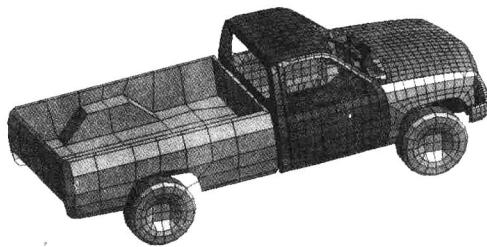
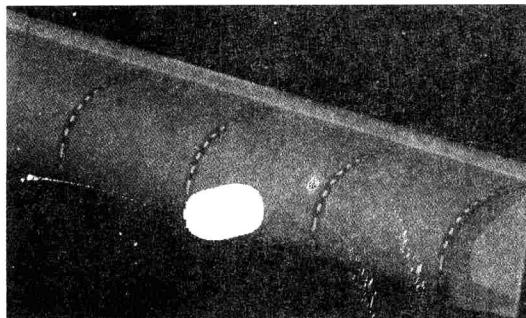
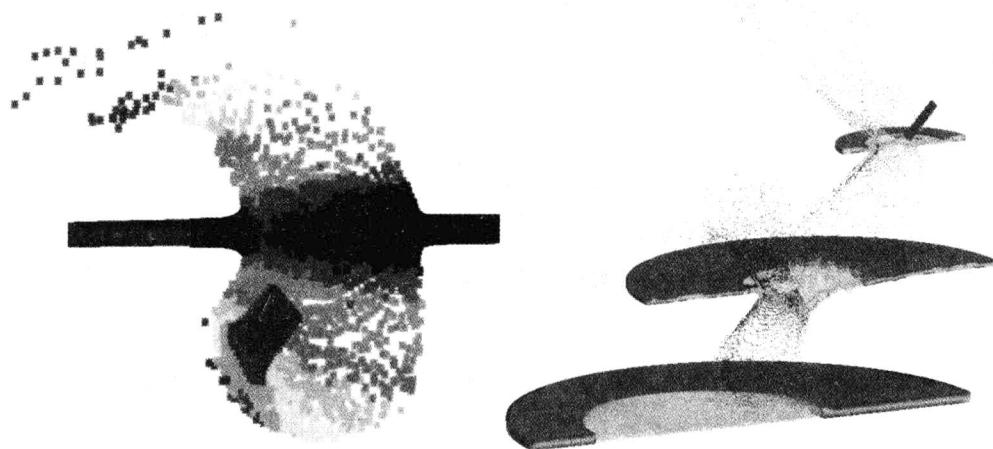

图 1.1 汽车有限元模型
图 1.8 鸟撞机翼及风挡模拟
图 1.10 超高速空间撞击模拟
PAM-CRASH 以其强大的功能、精确的模拟计算结果,被广大的世界知名用户所选用,在其产品的设计开发过程中创造了巨大的价值,发挥了无可取代的作用,受到一致好评。图 1.1~图 1.10 显示了 PAM-CRASH 在部分行业的应用情况,所有图形均为真实的有限元模型。
(1) 汽车行业,如图 1.1~图 1.4 所示。
(4)航空航天,如图 1.8~图 1.10 所示。